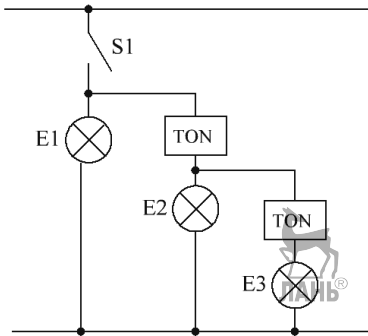

Рис. 7.61. Электрическая схема
16. Написать на языке LD программу для электрической схемы на рис. 7.61